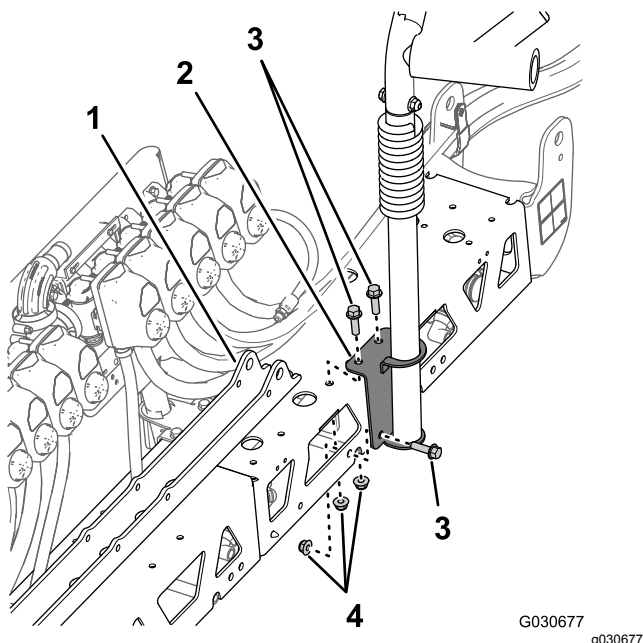

Figura 122
1. Allineate i fori della staffa di montaggio del supporto della barra di destra che avete rimosso al passaggio 3 di **Rimozione del supporto della barra** (pagina 39) con i fori sui lati superiore e posteriore (a destra del supporto del cilindro) della nuova sezione centrale della barra (**Figura 122**).